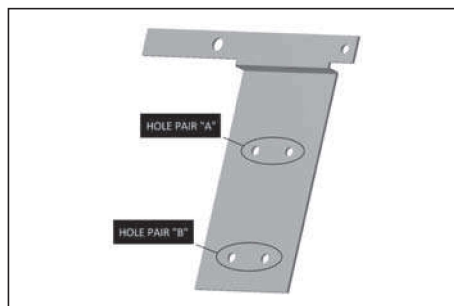

Figure 7.
Attach mounting fixture to interlock assembly according to **Table 1** and **Figure 7**.
Attacher l'étrier de fixation au système de verrouillage conformément à la **Table 1** et à la **Figure 7**.
| Catalog Number ①  | Fixture Hole Pair (See Figure 7) |
| Référence catalogue ① | Paire de trous de l'étrier (voir Figure 7) |